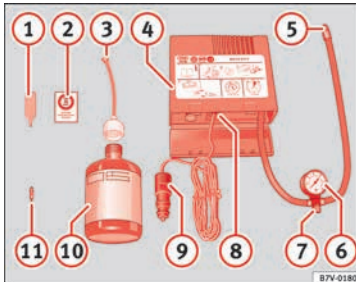

Fig. 57 Representación estándar: contenido del kit antipinchazos.
• Desenrosque la caperuza y el obús de la válvula del neumático. Utilice el aparato » fig. 57 ① para extraer el obús. Colóquelo en una superficie limpia.
- Agite con fuerza la botella de sellante de neumáticos » fig. 57 ⑩.
- Enrosque el tubo de inflado » fig. 57 ③ en la botella de sellante. El precinto de la botella se romperá automáticamente.
- Retire el tapón del tubo de llenado » fig. 57 ③ y enrosque el extremo abierto del tubo en la válvula del neumático.
- Vuelva a colocar el obús con el aparato » fig. 57 ① en la válvula del neumático.
- Enrosque el tubo de inflado del neumático del compresor » fig. 57 ⑤ en la válvula del neumático.
- Compruebe que el tornillo de evacuación de aire está cerrado » fig. 57 ⑦.
- Acople el conector » fig. 57 ⑨ a toma de corriente de 12 voltios del vehículo » fig. 147.
- Conecte el compresor de aire con conmutador ON/OFF » fig. 57 ⑧.